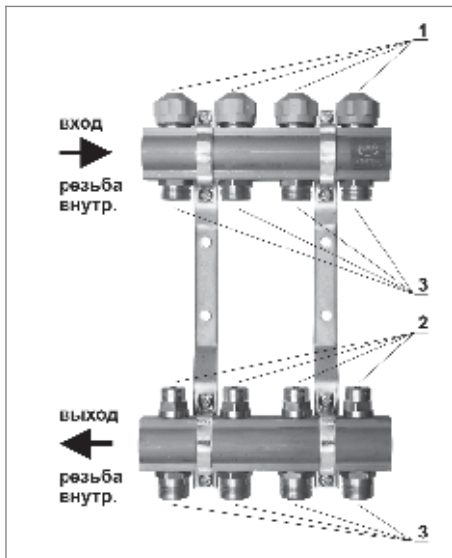

Рис. 1. Конструкция распределителя серии 71A
3. серия 71A (рис.1) - нижний коллектор распределителя с встроенными регулирующими вентилями (вентили выравнивают сопротивления потоку через отдельные контуры), а также с выходами на отдельные контуры с наружной резьбой G $\frac{3}{4}$ " (Евроконус).